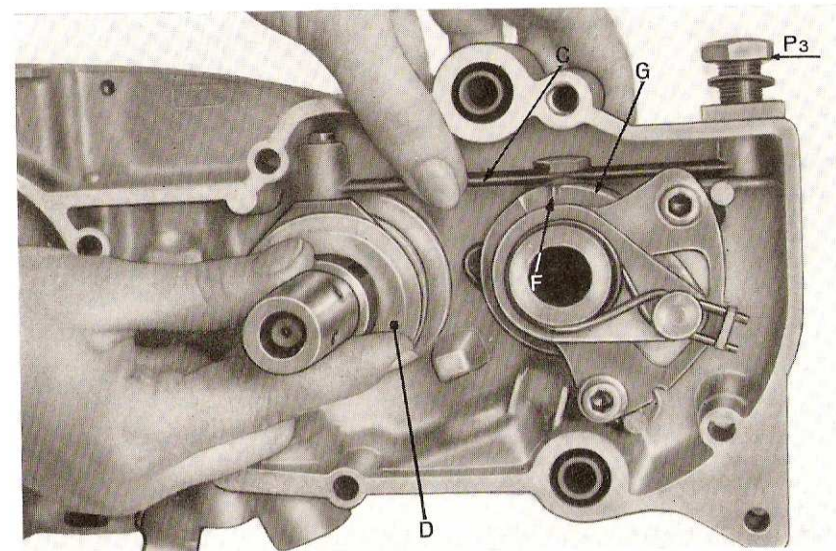

Fig. 20 - Montage pédale changement de vitesse et arbre secondaire
18. Fig. 20 - Monter le levier (C), engager le patin de commande des vitesses dans le manchon (D) sur l'arbre secondaire.
19. Mettre l'arbre secondaire en place, en ayant soin de centrer la bille (F), placée sur la pédale de commande, dans le guide du tambour présélecteur (G). Ensuite visser à fond la vis P 3.